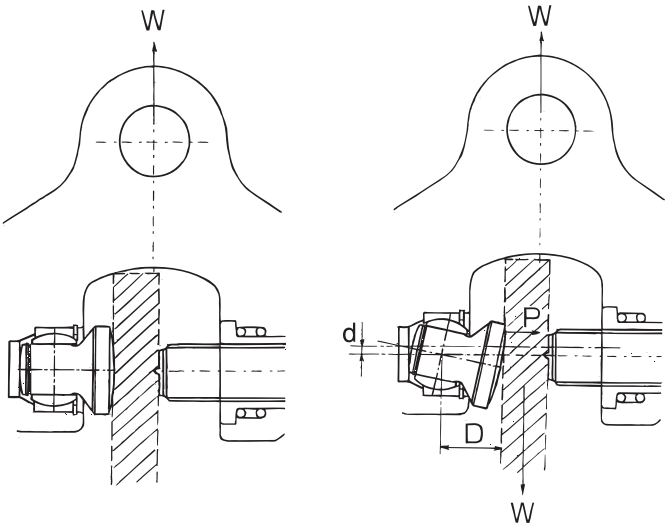
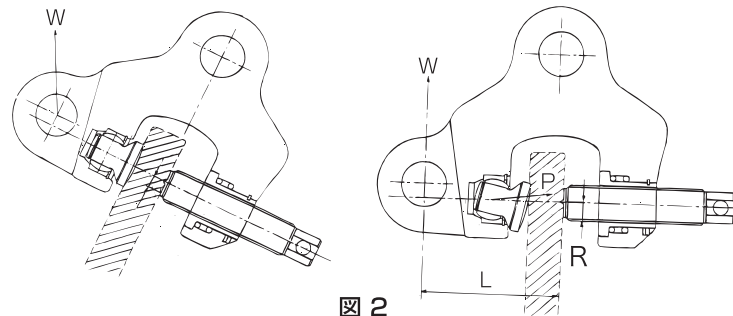
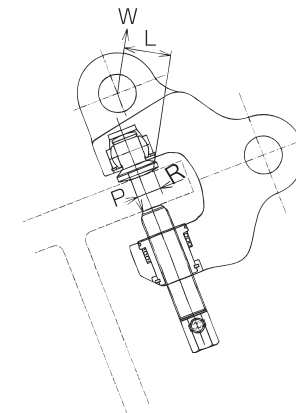

図 1
図 2
図 4
1. 図1のような力線方向でのつり方、または引張り方の場合、球面アゴは初期荷重による摩擦力と、荷重（W）によって傾き、クランプ力（P）を発生させます。その大きさは、通常のつり荷重の約2～3倍となります。（SBB, SBb, SBC）
2. 図2のような力線方向でのつり方、または引張り方の場合には、1項で場合のクランプ力の他に、レバーアクションによるクランプ力が発生し、この力はつり荷重または引張り力の約2～3倍となります。（全機種）
4. 図4のようなつり方、引張り方の場合にも、
のくい込み力と球面アゴの回転によるくい込み力が加わるため、確実にクランプすることができます。図1、図2、図4の各つり方、引張り方で荷重方向が横方向に変わってもL/Rの比が変わるのみで、あらゆる方向の時にクランプ力が発生します。